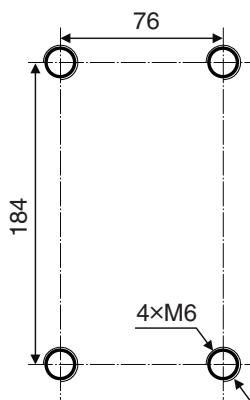

图3.8 垂直安装钻孔尺寸图
1、通过LSPD背面的4个螺纹孔,使用4个M5×25内六角圆柱头螺钉(配弹、平垫),将①中间转接支架、③绝缘套筒、④绝缘垫圈固定到LSPD上。
2、使用4个M5×12内六角圆柱头螺钉(配弹、平垫),将②垂直安装支架固定到①中间转接支架上。
3、使用4个M6×16内六角圆柱头螺钉(配弹、平垫),将②垂直安装支架安装到期望的位置,钻孔尺寸见图3.8。